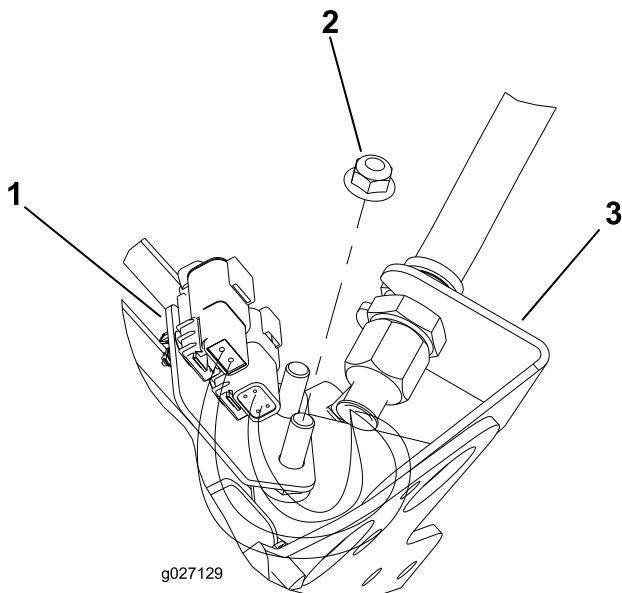
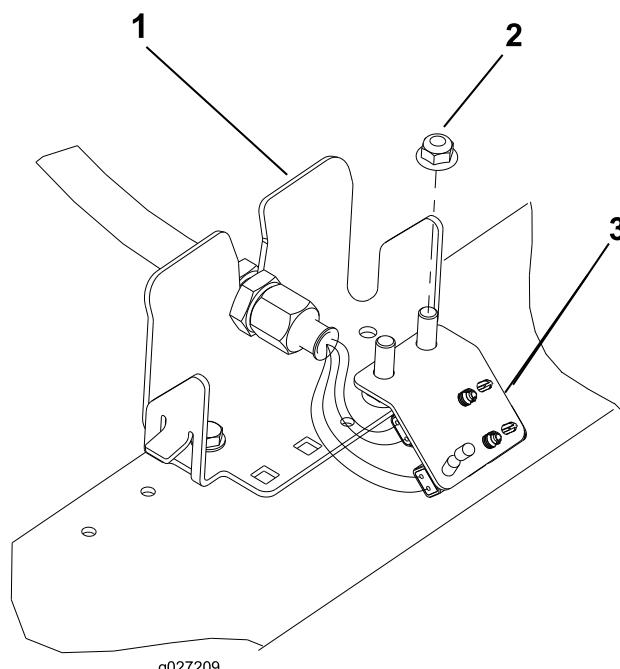

Bild 12
Bild 15
6. Wiederholen Sie die Schritte an den restlichen vier Schottstellen, wie in Bild 12 bis Bild 15 abgebildet.